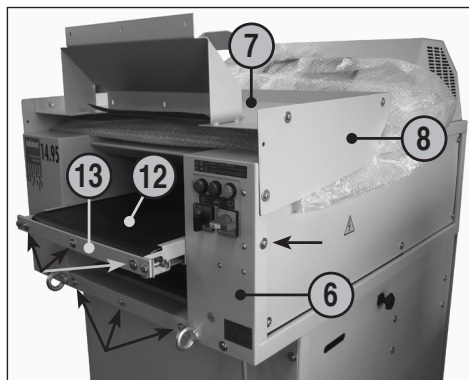

Рис. 1
- 6 = корпус (рис. 1, 2, 4)
- 7 = стол (рис. 1, 2, 4, 5, 6)
- 8 = защитный кожух (рис. 1, 2, 4)
- 12 = транспортная лента (рис. 1, 2)
- 13 = крепление транспортной ленты (рис. 1)
ПОЗИЦИОНИРОВАНИЕ СТОЛА (7) (Рис. 1, 2 и 3):
1. Вывернуть по 3 винта с шайбами на передней стенке прибора (6) и на лицевой стороне держателя ленточного транспортера (13), а также по одному винту ниже защитной крышки (8) с обеих сторон (см. пометки стрелками на рис. 1).